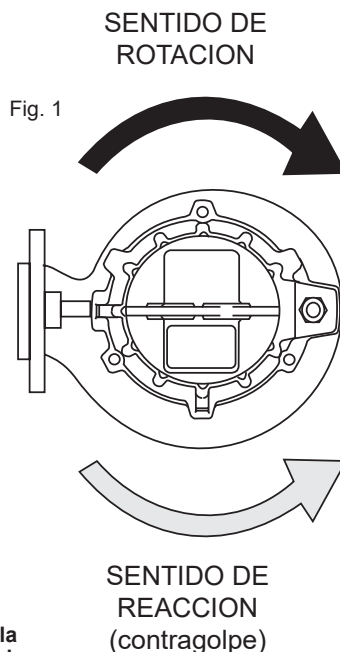

Fig. 1
- 3) Conectar los cables de alimentación al Cuadro de Mandos (ver pár. 15). Los terminales del cable de alimentación están marcados con las siglas internacionales IEC, su correcta conexión a la línea L1(u), L2(v), L3(w) determina el correcto sentido de rotación de la electrobomba. Si el grupo instalado es visible en arranque, el mismo sufrirá un contragolpe en sentido inverso a las agujas del reloj (ver Fig. 1). Para invertir el sentido de rotación invertir entre sí las dos fases.